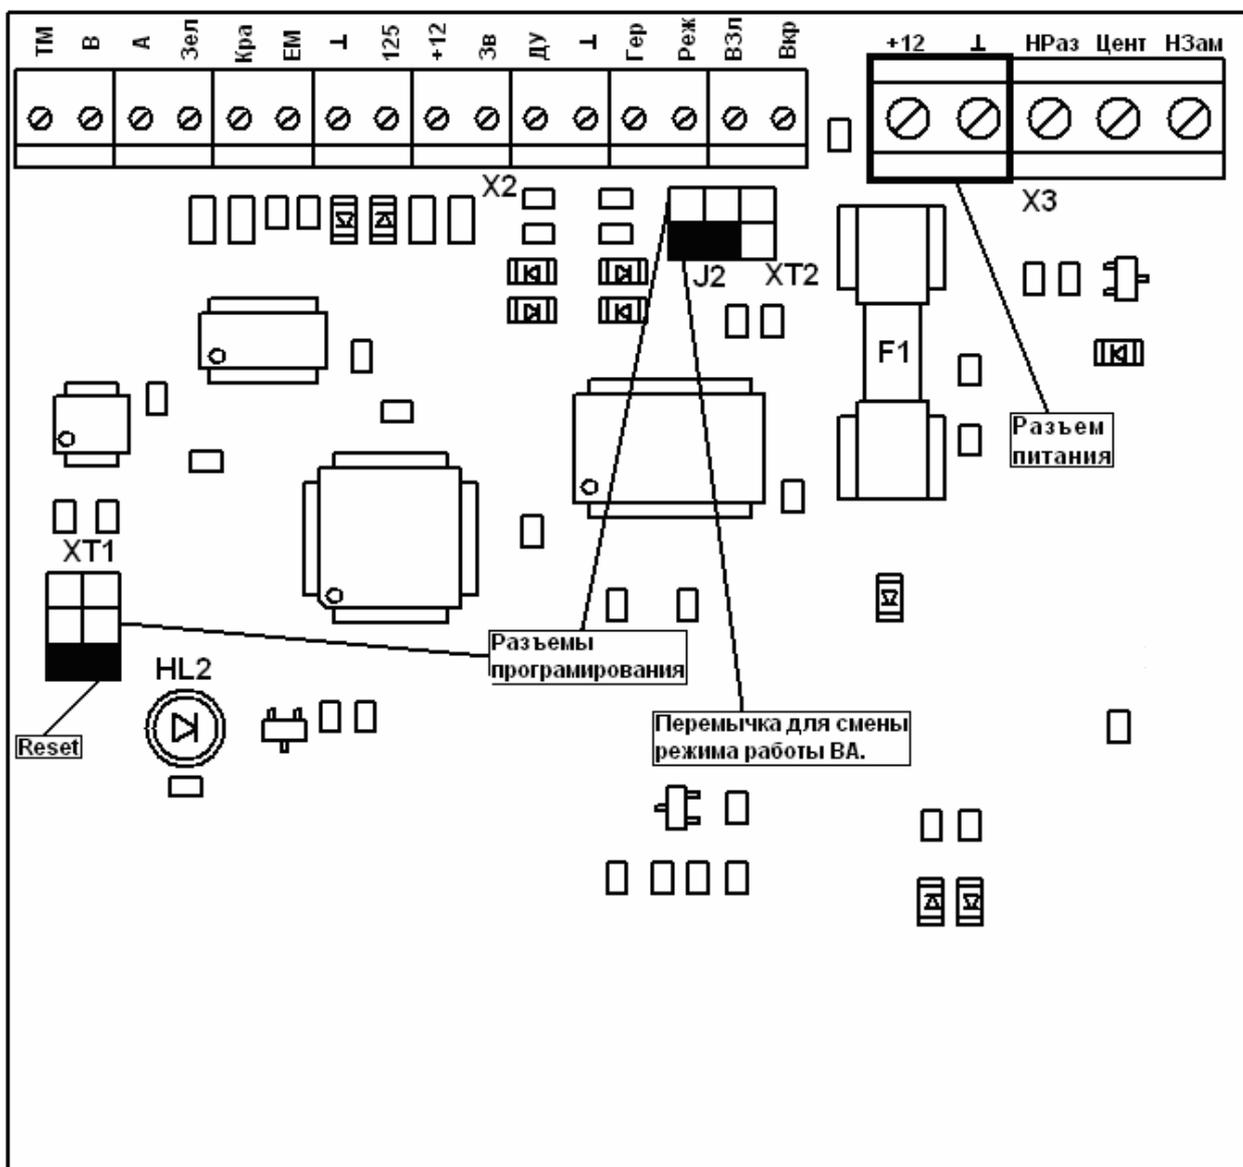

Рисунок 2: Плата контроллера «Кабинет С».
- 8.2 БПК представляет собой печатную плату размером 87х82 мм с электронными компонентами и разъемами для подключения питания, магистрали связи, ВА и электрозамка, установленную в пластиковый корпус с габаритами 115х105х64 мм. На плате, расположены индикационный светодиод, показывающий состояние связи БПК с контроллером «Кронверк СМ-01». Внешний вид платы приведен на рис.2.
- К БПК необходимо подключить блок бесперебойного питания со следующими характеристиками: выходным напряжением от 10,2 до 14 В и постоянным током 1...2 А. Желательно использование источника питания с минимально возможной величиной напряжения. При выборе источника питания, следует учитывать характеристики используемых электрозамков. Для подачи питающего напряжения необходимо использовать провода сечением не менее 0,35 мм (МГШВ-0,35). Полярность питающего напряжения должна соответствовать рис.2 (разъем Х3).
После окончания монтажа кабелей связи и подключения исполнительных устройств необходимо проверить на плате контроллера наличие перемычки: в зависимости от типа ВА. Назначение перемычки показано на рис.2. Следует учитывать также описание выхода в нормальном состоянии (см. справку к ПО «Кронверк Профессионал»).